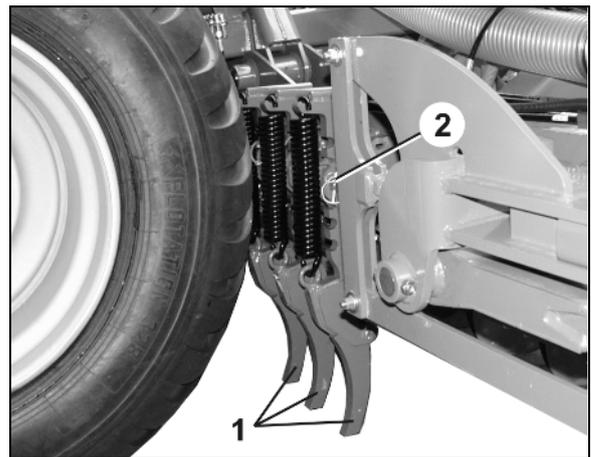

Fig. 101
3. Réglez la profondeur de travail en déplaçant l'axe (Fig. 101 / 2) dans les dents de l'efface-traces (Fig. 101 / 1) et verrouillez avec la goupille.